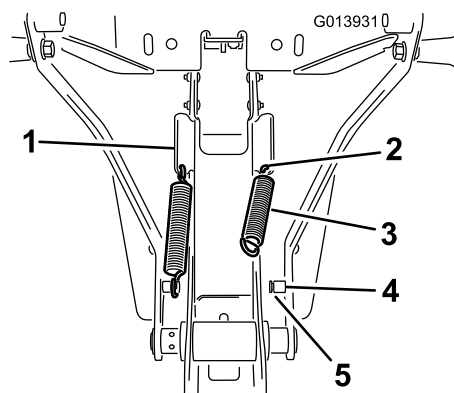

Figura 7
1. Instale el muelle en el taladro del extremo inferior de la pestaña inclinada del lateral del conjunto del lado del bastidor (Figura 7).
- 2. Enganche un extremo del muelle en el taladro (Figura 7).
- 3. Asegúrese de que el extremo del muelle queda correctamente asentado en la ranura de la clavija (Figura 7).